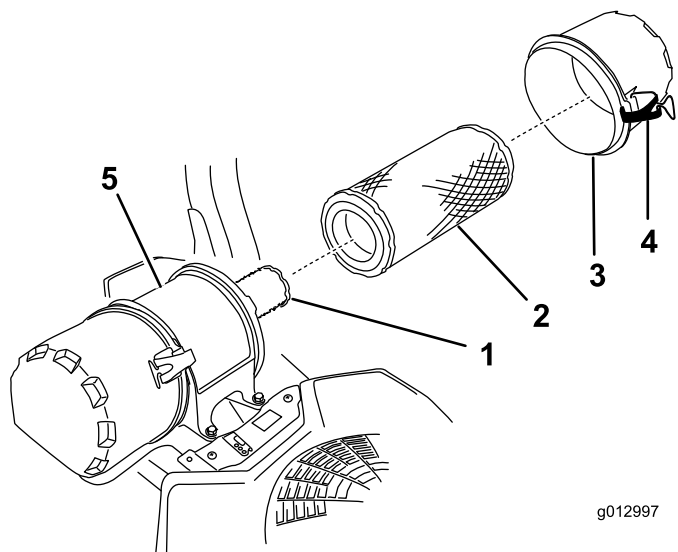

Figura 55
6. Abra los cierres del limpiador de aire y tire de la tapa de la entrada de aire para separarla del cuerpo del limpiador de aire (Figura 55).
8. Extraiga con cuidado el filtro primario de la carcasa del limpiador de aire (Figura 55).
2. Si va a cambiar el filtro interno, deslícelo cuidadosamente en el cuerpo del filtro (Figura 55).
3. Deslice cuidadosamente el filtro primario por encima del filtro de seguridad (Figura 55).
4. Instale la tapa del limpiador de aire y fije los cierres (Figura 55).